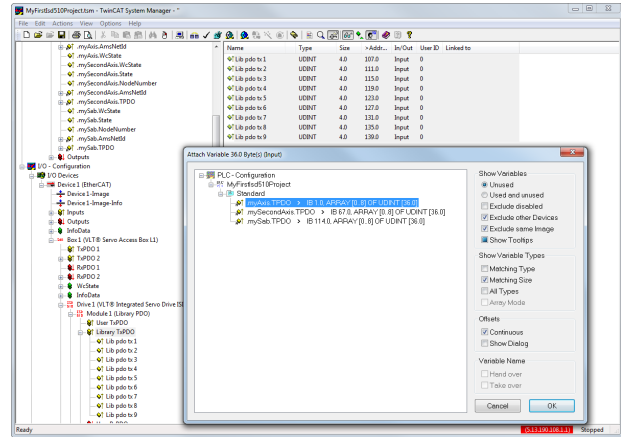

Abbildung 6.15 Anschließen von Ein- und Ausgängen an physische Datenpunkte
2. Wählen Sie alle Einträge von *Lib pdo tx1* bis *Lib pdo tx9* auf der rechten Seite des Fensters aus (siehe Abbildung 6.15).